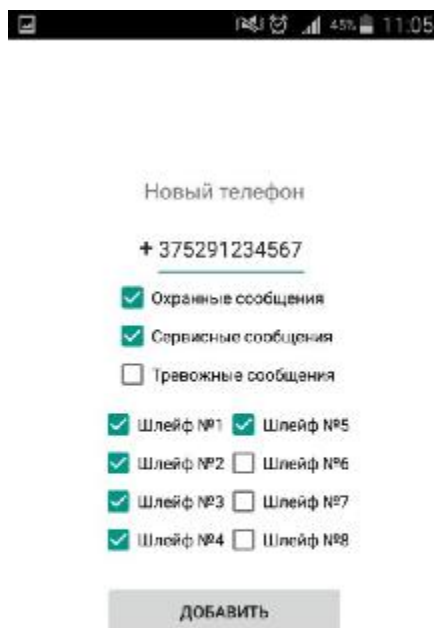

Рисунок 17
4.3.9 Для программирования мобильных телефонов в память прибора «Аларм-12» для работы в автономном режиме перейдите в раздел программирования мобильных телефонов, нажав на кнопку «Телефоны». Для добавления нового телефона нажмите на кнопку «Добавить телефон». Введите номер телефона, выберите типы сообщений и контролируемые шлейфы и нажмите «Добавить» (рисунок 17). Для удаления телефона, выделите нужный телефон в таблице и нажмите кнопку «Удалить».